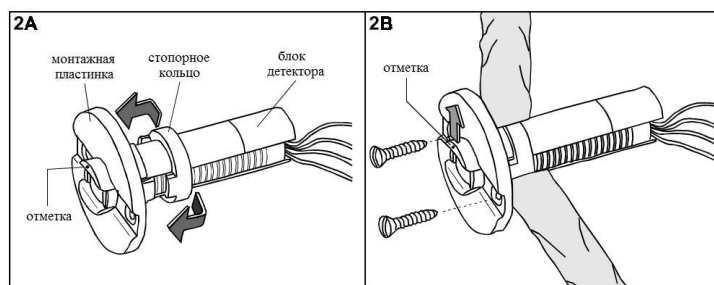

Рисунок 2 (А и В) - Установка перед стеной (модели SPY 1 и SPY 2)
2. Держите блок детектора с боковых сторон и вставьте его, со стороны линзы, в монтажную пластинку (Рисунок 2А).
4. Установите стопорное кольцо на заднюю часть блока детектора и передвигайте его через насечки на монтажной пластинке до тех пор, пока блок детектора не займет устойчивого положения в монтажной пластинке (Рисунок 2А).
7. Установите на горизонтальную линию отверстия для винтов на монтажной пластинке и убедитесь, что отметка на передней части блока детектора находится сверху (Рисунок 2В).
8. Вставьте блок детектора, начиная с задней части, с отметкой на передней части сверху (Рисунок 2В), в отверстие и закрепите монтажную пластинку к стене с помощью имеющихся винтов.